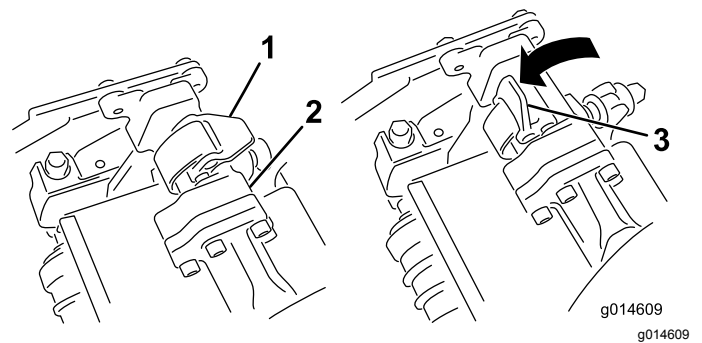
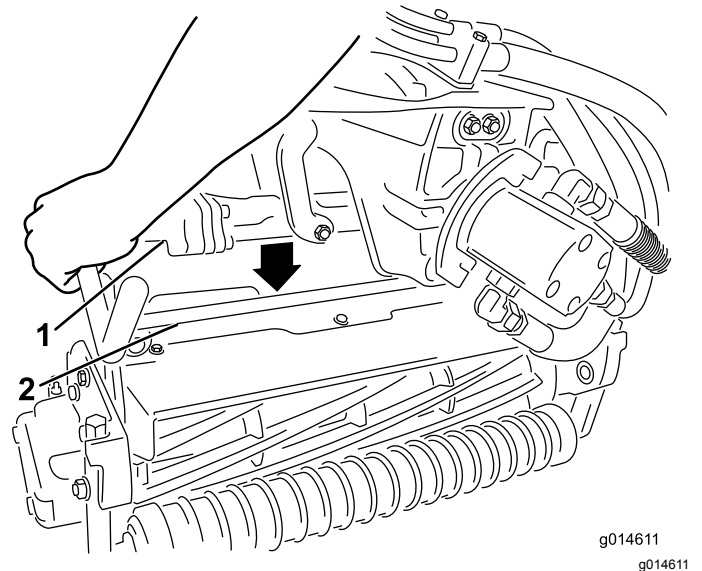

Bild 46
Bild 47
4. Drücken Sie die Riegel nach unten um die Schneideinheitstange herum und arretieren sie (Bild 46).
3. Die Riegel an der Aufhängearmstange müssen nach oben zeigen (d. h. offen) (Bild 46); drücken Sie den Aufhängearm dann so nach unten, dass die Stange über die Stange an der Oberseite der Schneideinheit passt (Bild 47).
4. Öffnen Sie die Riegel an der Aufhängearmstange der Schneideinheit, die Sie entfernen möchten (Bild 46).